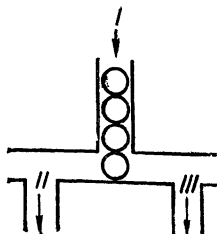

Рис. 38.
Дополните конструкцию (рис. 38) одной деталью, которая бы равномерно с помощью привода подавала шарики, поступающие по вертикальному желобу I, то в один (II), то в другой (III) каналы. Не разрешается изменять конструкцию желоба и отверстий в нем.